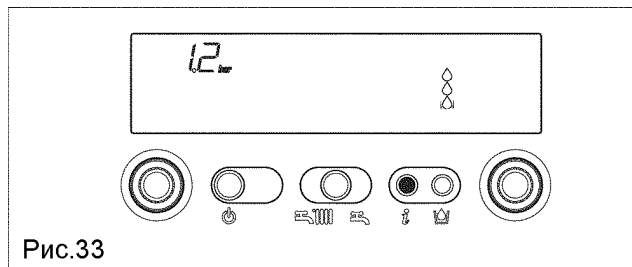

Рис.33
**Info 2** Отображается давление в системе (рис. 33)